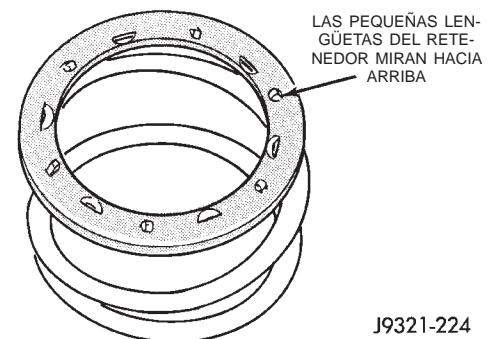

Fig. 135 Posición de instalación correcta del retenedor de muelle
(6) Coloque el retenedor de muelle sobre el muelle del émbolo (Fig. 135). **Asegúrese de que el retenedor esté correctamente instalado. Las pequeñas lengüetas salientes deberían mirar hacia**